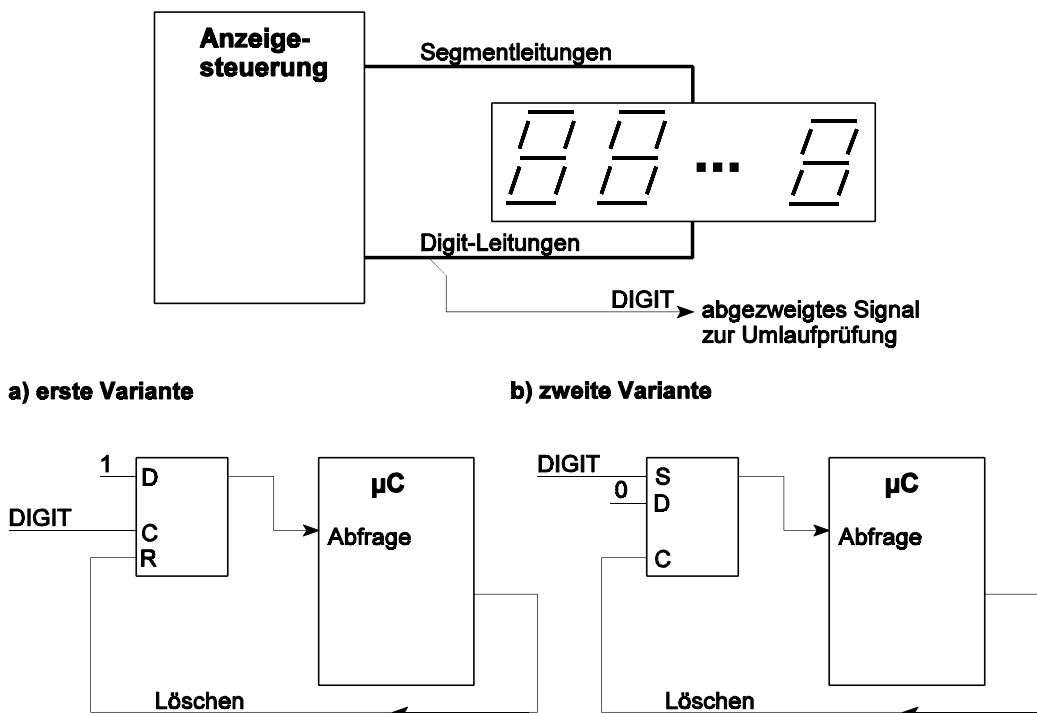

Abb. 3
3. Was kann passieren, wenn eine LED-Timesharing-Anzeige stehenbleibt? (Kurze Erklärung). Besonders vorsichtige Entwickler überwachen deshalb den Umlauf. Abbildung 3 zeigt eine Lösung. Eines der Digit-Signale wird mit einem Flipflop erfaßt, das seinerseits von einem Mikrocontroller zyklisch abgefragt wird. Das Prinzip ist klar: von Zeit zu Zeit abfragen und nach der Abfrage das Flipflop zurücksetzen. Wird beim Abfragen das Flipflop als nicht gesetzt erkannt, so handelt es sich um einen Fehler (der von weiterer Software behandelt wird). Betrachten Sie Abbildung genauer: welche der beiden Varianten a), b) ist besser? (Kurze Begründung.)